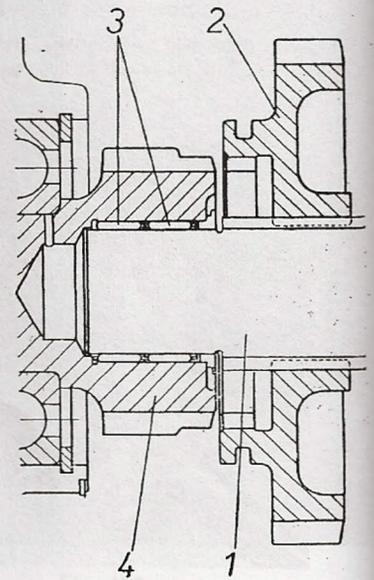

Fig. 108
1. Après le dépannage (après le remplacement d'un roulement défectué par exemple) introduire l'arbre du pignon d'attaque assemblé (fig. 108/1) par l'orifice ménagé dans le carter du pont arrière et dans la boîte de vitesses dans les cannelures du baladeur du démultiplicateur (fig. 108/2) et dans les roulements à aiguilles (fig. 108/3) de l'arbre cannelé (fig. 108/4); au remontage veiller à ce que les aiguilles ne tombent pas hors de logements.